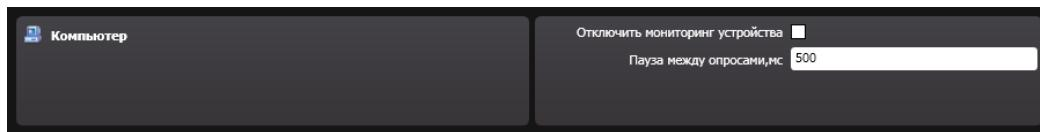

Рисунок 14.3.40 – Свойства устройства Компьютер
- 1) При выделенной в рабочей области строке устройства **Компьютер** в поле свойств устройства отображает (Рисунок 14.3.40):